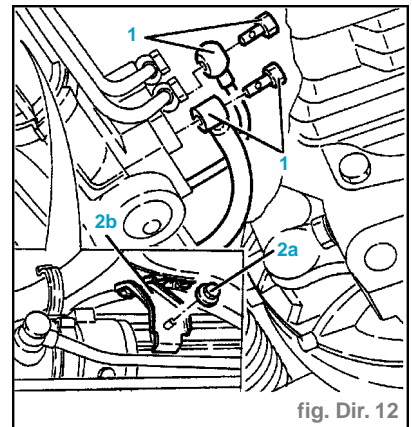

fig. Dir. 12
- Débrancher les raccords des tuyauteries (1) d'entrée et sortie huile du boîtier de servodirection (fig. Dir. 12).